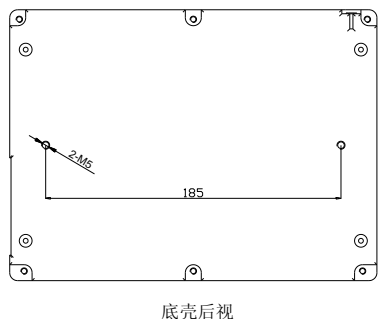
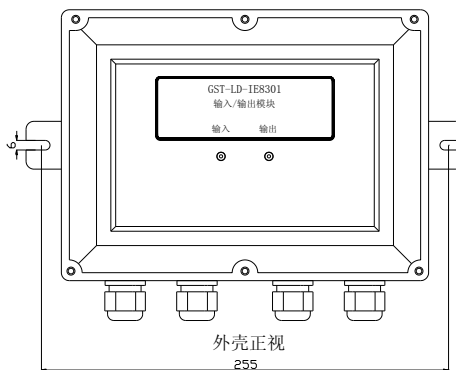

图 2
图 3
11. 安装孔距：185mm（不使用安装板）或 255mm（使用安装板），参见图 2、3。
2. 模块具有两种安装方式：一种是利用底壳背面两个 M5 孔安装到行架上，安装孔距为 185mm（如图 2 所示）；另一种是利用安装板安装，可以安装到墙上或行架上，安装孔距为 255mm（如图 3 所示）。安装到墙上建议使用 2 个 M6 膨胀螺栓，安装到行架上建议使用 2 个 M6 螺钉组合件。